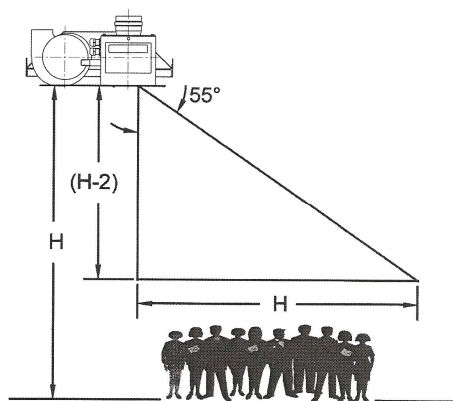

Fig. 1
- Les radiants chauffent à hauteur d'homme (2 mètres au-dessus du sol) une bande d'une largeur d'environ deux fois la hauteur de suspension ; au-delà de cette surface, le rayonnement est alors réduit (Fig. 1).